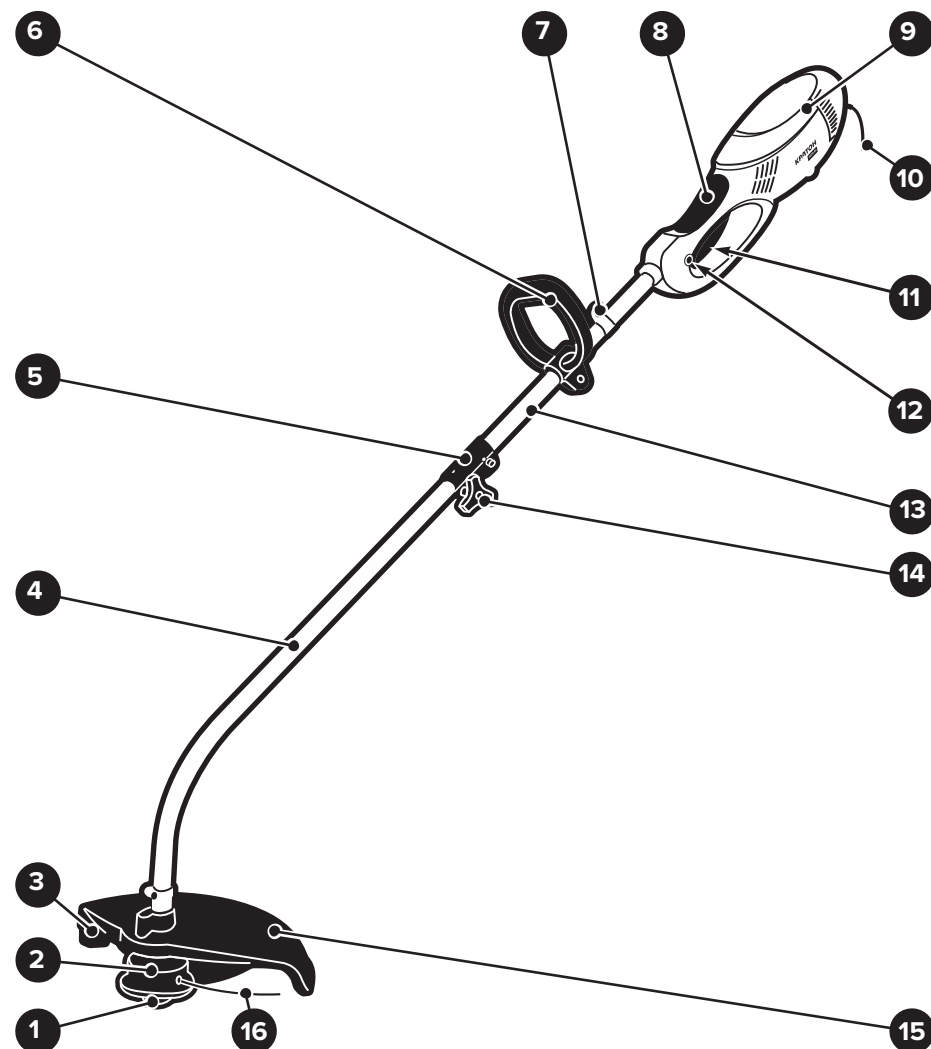

Рисунок 2 — Общий вид триммера
- В процессе работы триммера за счет механического воздействия стеблей травянистых растений происходит интенсивный износ режущего корда 16, и уменьшается его оптимальная рабочая длина (см. рис. 2). Это явление значительно влияет на качество и производительность работ при скашивании травы.
- Удерживая триммер над травяным газоном за основную рукоятку 8 и дополнительную рукоятку 6, нажмите одновременно на выключатель 11 и блокировочную кнопку 12 (см. рис. 2). Электродвигатель триммера включится, и режущая головка 2 с режущим кордом 16 начнет вращаться с большой частотой. **ВНИМАНИЕ!** Проявляйте в этот момент особую осторожность, чтобы не задеть режущим кордом 16 себя и стоящих рядом людей или животных. Удерживайте выключатель 11, для того чтобы электродвигатель триммера работал постоянно.
- Вставьте нижнюю штангу 4 (см. рис. 2 и схему сборки) в муфту 5 верхней штанги 13. При этом слегка вращайте нижнюю штангу 4, это необходимо для совмещения и соединения между собой присоединительных муфт приводных валов. При этом также совместите подпружиненный металлический шарик на нижней штанге 4 с отверстием в муфте 5.
- Установите и закрепите с помощью крепежных изделий, защитный кожух 15 на нижней штанге 4 (см. рис. 2 и схему сборки).
- Закрепите отрезной нож 3 на защитном кожухе 15 (см. рис. 2 и схему сборки).
- Закрепите режущую головку 2 на шпинделе нижней штанги 4 (см. рис. 2 и схему сборки).
- Ослабьте винт крепления дополнительной рукоятки 6 на верхней штанге 13 (см. рис. 2 и схему сборки).
- Отрегулируйте положение проушины 7 относительно верхней штанги 13. Закрепите карабин наплечного ремня на проушине 7 (см. рис. 2). Отрегулируйте длину наплечного ремня, так чтобы было удобно продеть его через голову на плечо, и удерживать триммер за дополнительную рукоятку 6.
- Розетка удлинительного электрического кабеля, к которому подсоединяется вилка кабеля электропитания 10 триммера (см. рис. 2), должна быть защищена от попадания на нее брызг воды. Розетка удлинительного электрического кабеля должна быть выполнена из резины или оснащена резиновым покрытием.